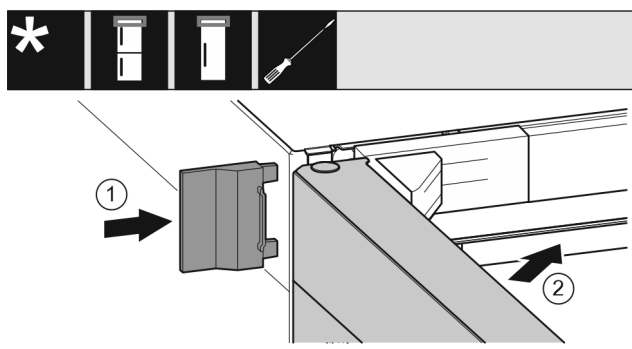

Fig. 21
- ▶ Wsunąć zewnętrzną osłonę Fig. 21 (1).
- ▶ Zamknąć górne drzwi Fig. 21 (2).